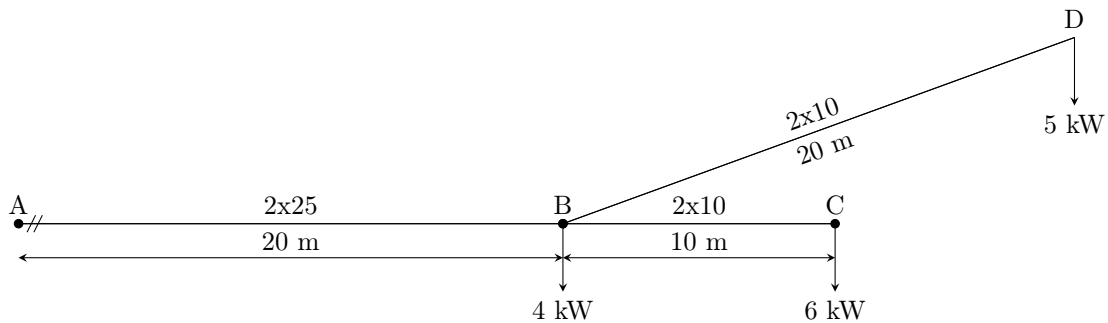

Figura 7.11: Diagrama unifilar del problema 7.22.
7.22 (2.10-4.) Calcular la caída de tensión en los tramos AB, BC y BD de la línea de corriente continua indicada en la figura 7.11, con las secciones indicadas. El conductor es de cobre y la tensión 220 V.